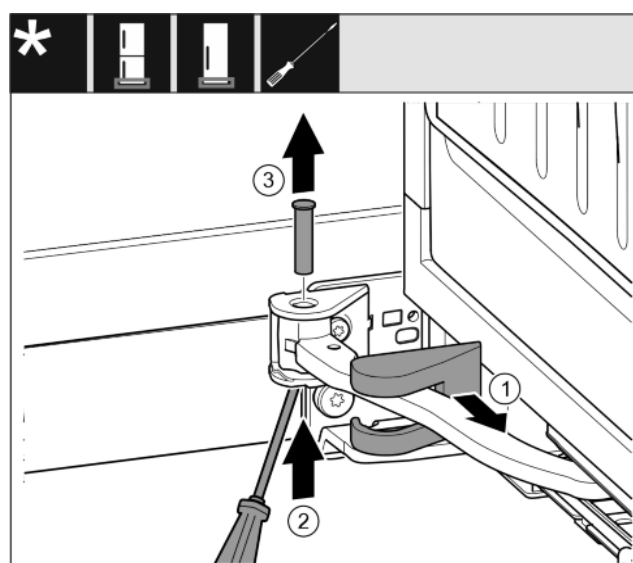

Fig. 12
- ▶ Rimuovere la copertura del blocco di supporto e spingerla lungo il giunto articolato. Fig. 12 (1)
- ▶ Sollevare dal basso il perno con un dito o un cacciavite. Fig. 12 (2)
- ▶ Spingere con un cacciavite sotto la testa del perno ed estrarre. Fig. 12 (3)